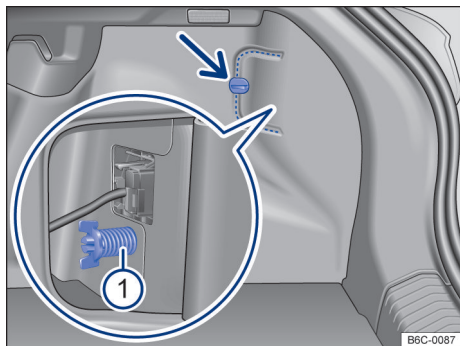
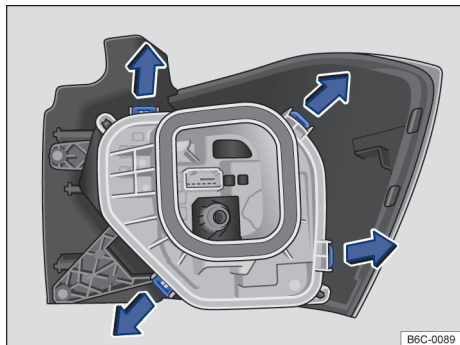

Fig. 133 No compartimento de bagagem: desinstalar cobertura e retirar o parafuso borboleta ① (lupa).
Fig. 134 Lanterna traseira: desinstalar o suporte das lâmpadas
- ① Observar a lista de controle e executar as ações → Página 165.
- ② Abrir a tampa traseira → Página 76.
- ③ Para abrir a cobertura da lanterna, girar a trava → Fig. 133 (seta).
- ④ Abrir a cobertura junto com a trava para o lado.
- ⑤ Soltar o parafuso borboleta ① (lupa) e retirá-lo, segurando, ao mesmo tempo a lanterna traseira.
- ⑥ Puxar cuidadosamente a lanterna traseira para fora, para desencaixá-la da carroceria → ①.
- ⑦ Desencaixar o conector de alimentação das lâmpadas da lanterna, para remover totalmente a lanterna.
- ⑧ Colocar a lanterna traseira sobre uma superfície limpa e lisa.
- ⑨ Para destravar o suporte das lâmpadas, pressionar cada lingueta de travamento → Fig. 134 no sentido das setas.
- ⑩ Remover o suporte das lâmpadas cuidadosamente.
- ⑪ Para remover as lâmpadas incandescentes queimadas pressionar a lâmpada contra o alojamento e girar no sentido anti-horário.
- ⑫ Substituir a lâmpada incandescente queimada por uma lâmpada incandescente nova do mesmo modelo.
- ⑬ Para inserir as novas lâmpadas no suporte das lâmpadas, introduza a nova lâmpada no respectivo alojamento. Pressionar a lâmpada e girar no sentido horário até o batente.
- ⑭ Certificar-se de que as lâmpadas estão corretamente fixadas no suporte das lâmpadas.
- ⑮ Instalar o suporte das lâmpadas na lanterna traseira. As linguetas de travamento → Fig. 134 devem encaixar de forma audível.
- ⑯ Colocar o conector de alimentação na lanterna.
- ⑰ Encaixar a lanterna traseira cuidadosamente no alojamento da carroceria.
- ⑱ Segurar a lanterna traseira na posição de montagem com uma das mãos e aparafusar com a outra o parafuso borboleta → Fig. 133 ①.
- ⑲ Recolocar a cobertura da lanterna em sua posição e girar a trava para fechar.
- ⑳ Fechar a tampa traseira → Página 76.